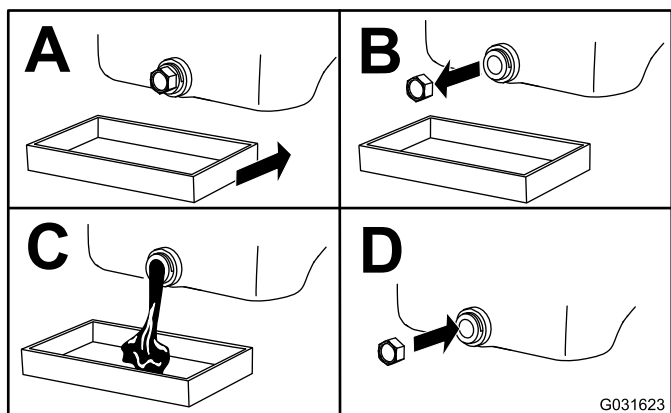

Рисунок 34
3. Замените масло (Рисунок 34).